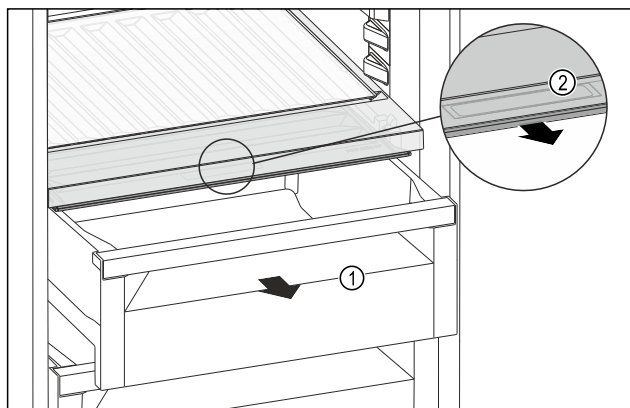

Fig. 262
- ▶ Zásuvku Fig. 262 (1) vytáhněte.
- ▶ Uchopte prohlubeň pro rukojeť Fig. 262 (2) na víku zásuvky a současně zatáhněte za víko zásuvky směrem dopředu.